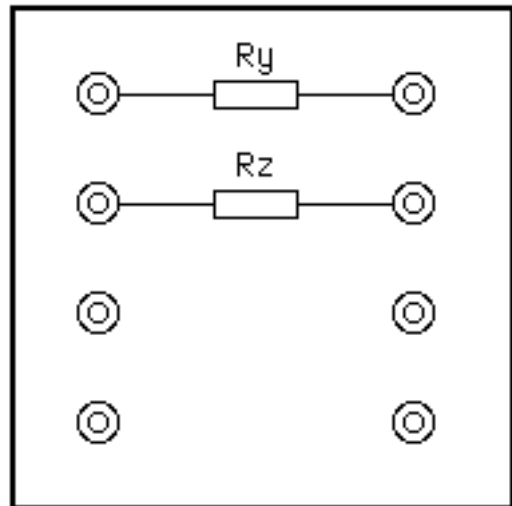

Figura 1.1
15.- Tome dos resistencias de carbón del lote con valores consecutivos, registre sus valores en la tabla, y móntelas en la baquelita con ayuda de los pines, tal como aparece en la figura 1.1.